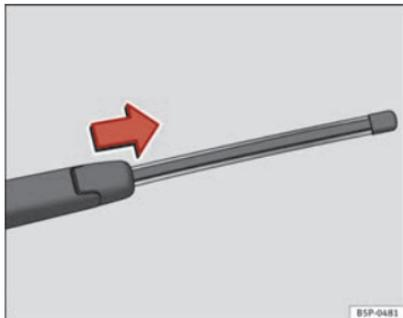

Fig. 172 Estrarre la spazzola tergilunotto
- Sollevare il braccio del tergilunotto dal lunotto ⇒ fig. 172
- Scorrere l'adattatore della spazzola nella direzione della freccia e rimuovere la spazzola ⇒ fig. 172.